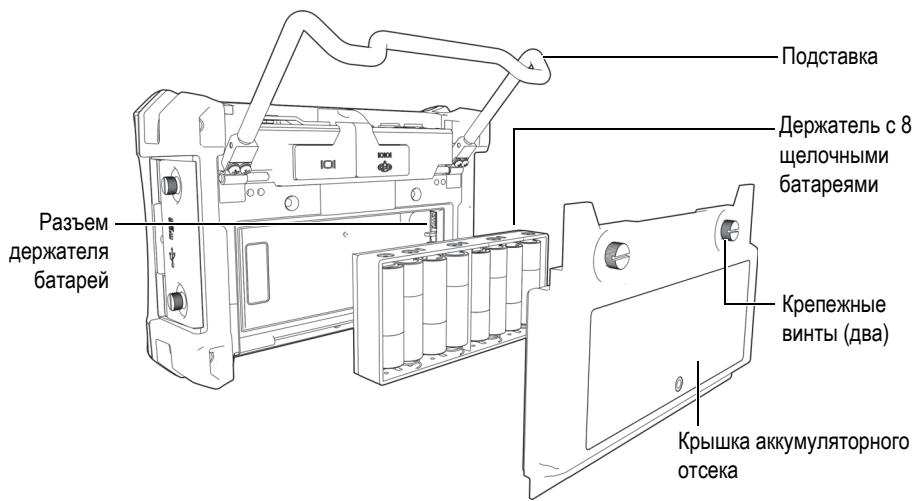

Рис. 2-11 Держатель щелочных батарей
1. Поднимите подставку прибора вверх (см. Рис. 2-11 на стр. 35).